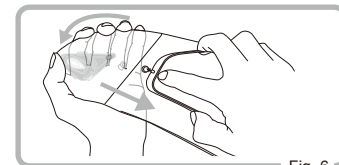

Fig. 6
- 2 Rimuovere la lente originale a incastro Pinlock® dai perni eccentrici flettendo la visiera. (Fig. 6)